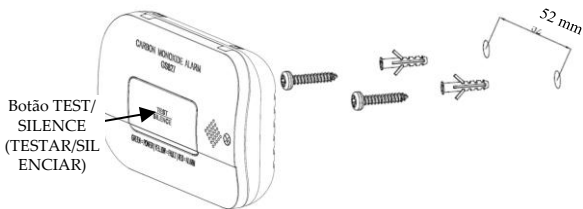

Figura 2 – Instalação
3. Pressione o botão TEST/SILENCE (TESTAR/SILENCIAR) para testar a unidade (consulte a Figura 2). Certifique-se de que o som da unidade esteja no padrão de alarme.
Para testar o alarme, pressione e segure o botão TEST/SILENCE (TESTAR/SILENCIAR) (consulte a Figura 2). Você deverá ouvir o padrão sonoro do alarme com um indicador de ALARME correspondente (LED vermelho) piscando. Além disso, uma mensagem de alerta será enviada ao receptor do sistema. O padrão sonoro do alarme será interrompido quando o botão TEST/SILENCE (TESTAR/SILENCIAR) for solto.
1. Pressione o botão TEST/SILENCE (TESTAR/SILENCIAR) (consulte a Figura 2).